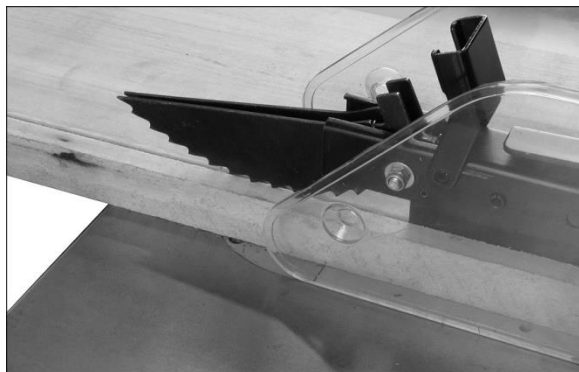

Рисунок 9-1
- По мере использования станка следует периодически проверять работу упора-блокиратора, предотвращающего отдачу (Рисунок 9-1). Если кулачки упора-блокиратора не останавливают обратное движение заготовки, заточите их вершинки.